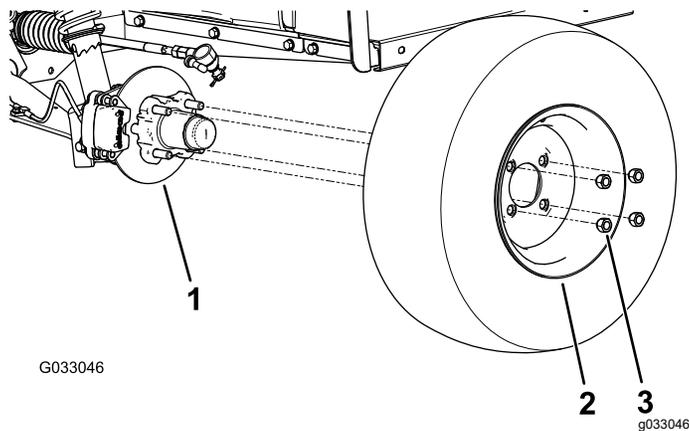

図 25
2. ホイールをハブに固定しているラグナット4個を外す 図 25。
- ホイールをハブに取りつける。空気バルブを外側に向けて取り付けると 図 25。
- ラグナットを使用して、ハブにホイールを取り付ける 図 25。